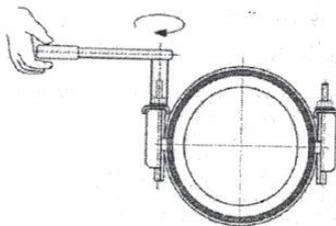

Рис.4
- Равномерно затяните все гайки с шагом ключа 20 Нм в указанном порядке. Длина ключа должна составлять не менее 300 мм (рис. 4 и 5) **M12-65 Нм, M14-85 Нм, M16-110Нм;**